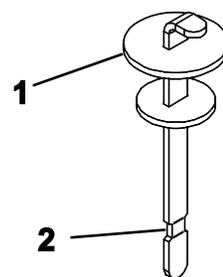

**Figura 61**
3. Limpie la zona alrededor del cuello de llenado y el tapón del depósito hidráulico (Figura 61). Retire el tapón del cuello de llenado.